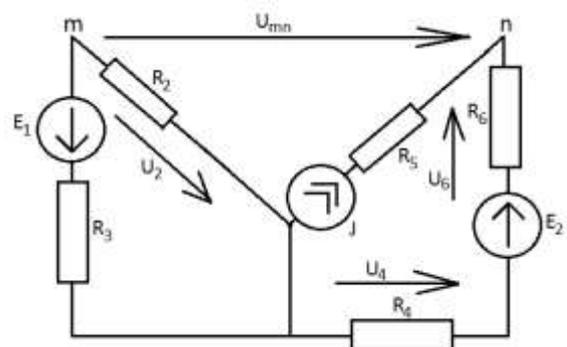

Рис. 122
1.5.3. Чтобы рассчитать эквивалентную ЭДС генератора, необходимо выбрать путь от точки m до точки n , миновав при этом ветви с источниками тока. Выбранный путь показан на рис. 122. Таким образом, $E_{\Gamma} = U_{mn} = U_2 + U_4 + U_6 - E_2$. Рассчитаем эти напряжения. Схема состоит из двух независимых контуров, их можно рассматривать отдельно. Из первого контура найдем U_2 . Для этого составим уравнение по второму закону Кирхгофа и определим ток: $I_1 = \frac{E_1}{R_2 + R_3} = \frac{40}{20} = 2 \text{ A}$, $U_2 = -I_1 R_2 = -20 \text{ B}$. Из второго контура, в котором протекает ток источника J , определим напряжения U_4 и U_6 . $U_4 = -J R_4 = -3 \text{ B}$, $U_6 = -J R_6 = -7 \text{ B}$. Минусы в данных выражениях поставлены потому, что направления искомым напряжений выбраны против направлений протекающих токов. Определяем $E_{\Gamma} = U_{mn} = U_2 + U_4 + U_6 - E_2 = -40 \text{ B}$.